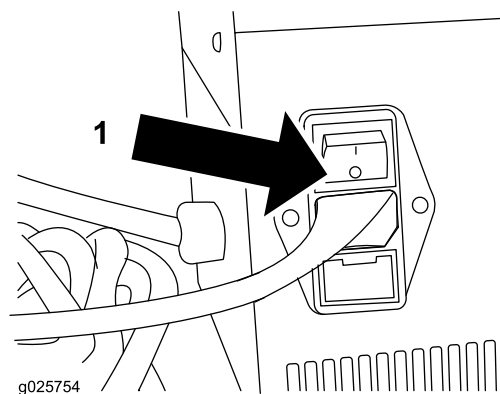

図 5
4. チャージャの電源スイッチが OFF であることを確認する図 5。